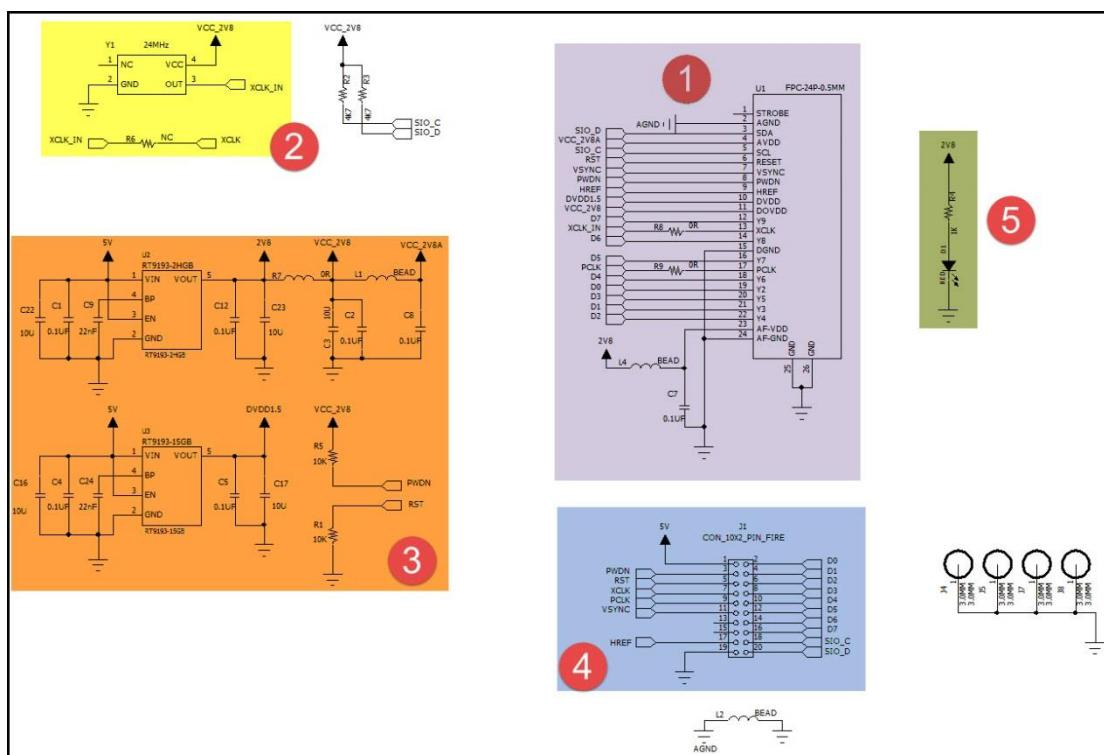
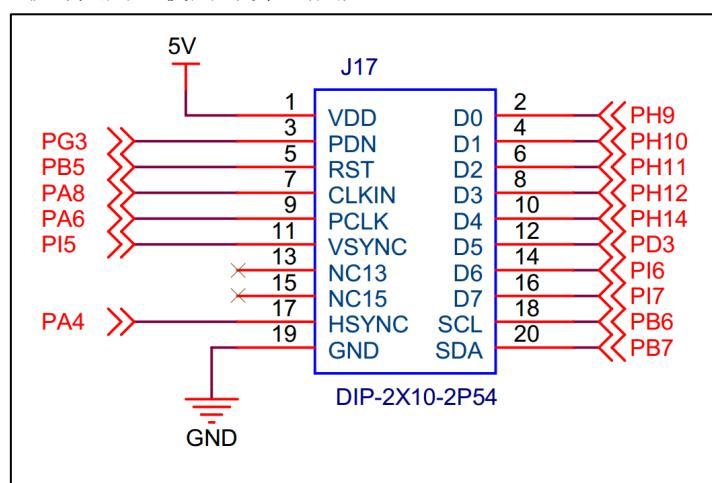

图 47-16 OV5640 摄像头原理图
图 47-17 STM32 实验板引出的 DCMI 接口
本实验采用的 OV5640 摄像头实物见图 47-16，其原理图见图 47-17。
图 47-16 标号①处的是 OV5640 模组接口电路，在这部分中已对 SCCB 使用的信号线接了上拉电阻，外部电路可以省略上拉；标号②处的是一个 24MHz 的有源晶振，它为 OV5640 提供系统时钟，如果不想使用外部晶振提供时钟源，可以参考图中的 R6 处贴上 0 欧电阻，XCLK 引脚引出至外部，由外部控制器提供时钟；标号③处的是电源转换模块，可以从 5V 转 2.8V 和 1.5V 供给模组使用；标号④处的是摄像头引脚集中引出的排针接口，使用它可以方便地与 STM32 实验板中的排母连接。标号⑤处的是电源指示灯。
通过排母，OV5640 与 STM32 引脚的连接关系见图 47-17。控制摄像头的部分引脚与实验板上的 RGB 彩灯共用，使用时会互相影响。